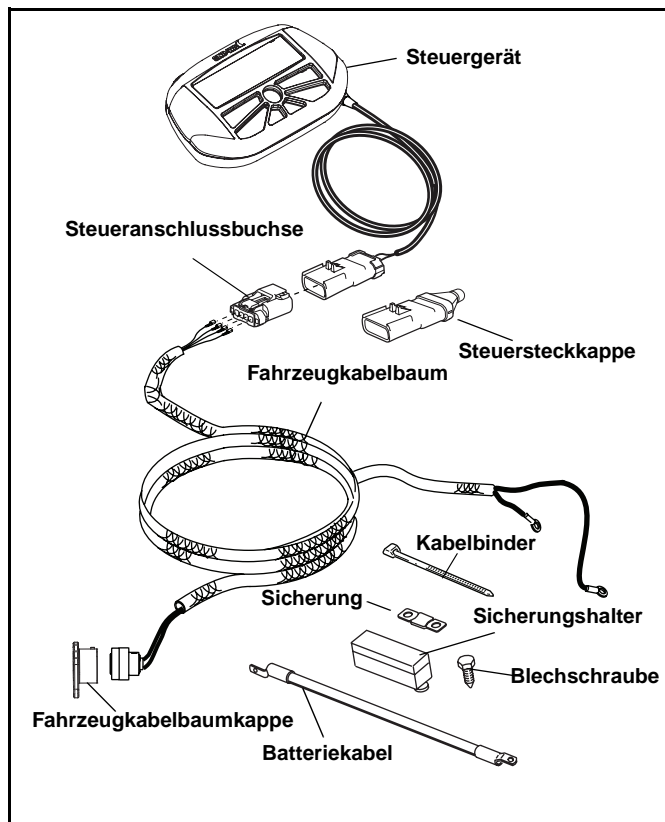

Abb. 1-1
1. Finden Sie die folgenden Teile von Ihrem Fahrzeugkabelbaum und den Steuerungsverpackungen (Siehe Abb. 1-1):